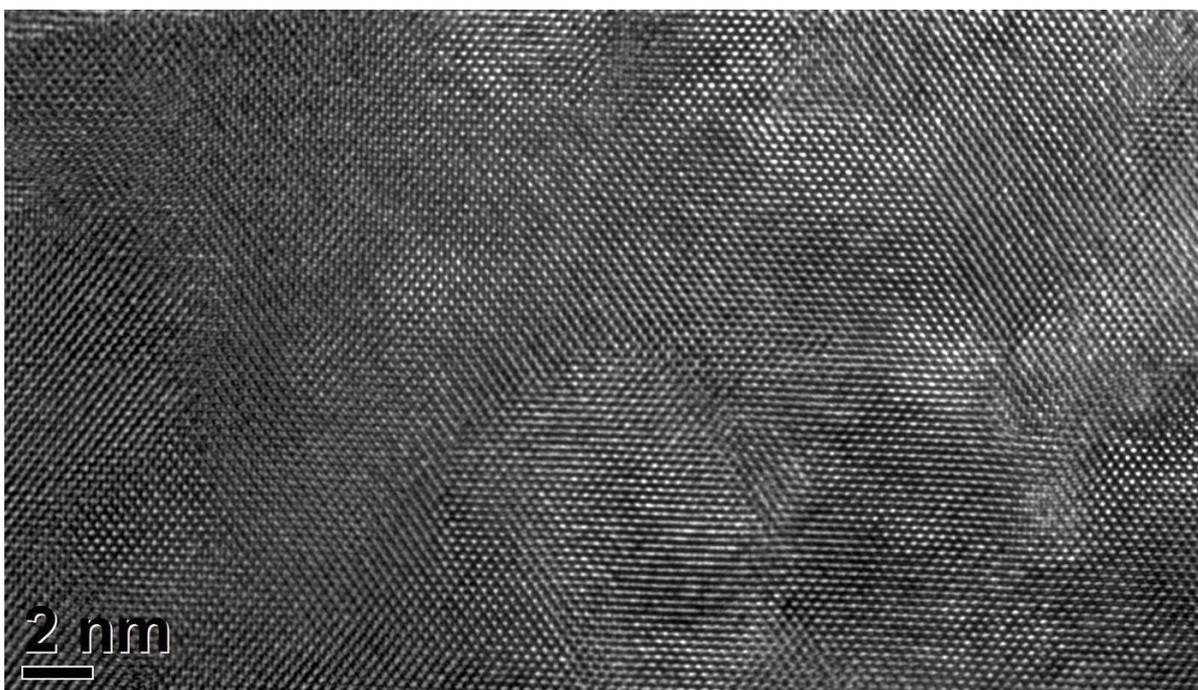

Рис. 1 ПЭМ-изображение высокого разрешения ультратонкого среза образца керамики оксида циркония
1. По ПЭМ-изображению высокого разрешения ультратонкого среза образца керамики оксида циркония (рис. 1) необходимо определить ось зоны, нормальную плоскости изображения. На рис. 2 представлены кристаллографические данные ZrN.
2. По ПЭМ-изображению высокого разрешения ультратонкого среза образца керамики оксида циркония (рис.1) необходимо определить плотность дислокаций в материале, считая, что распределение дислокаций однородно по объему материала.